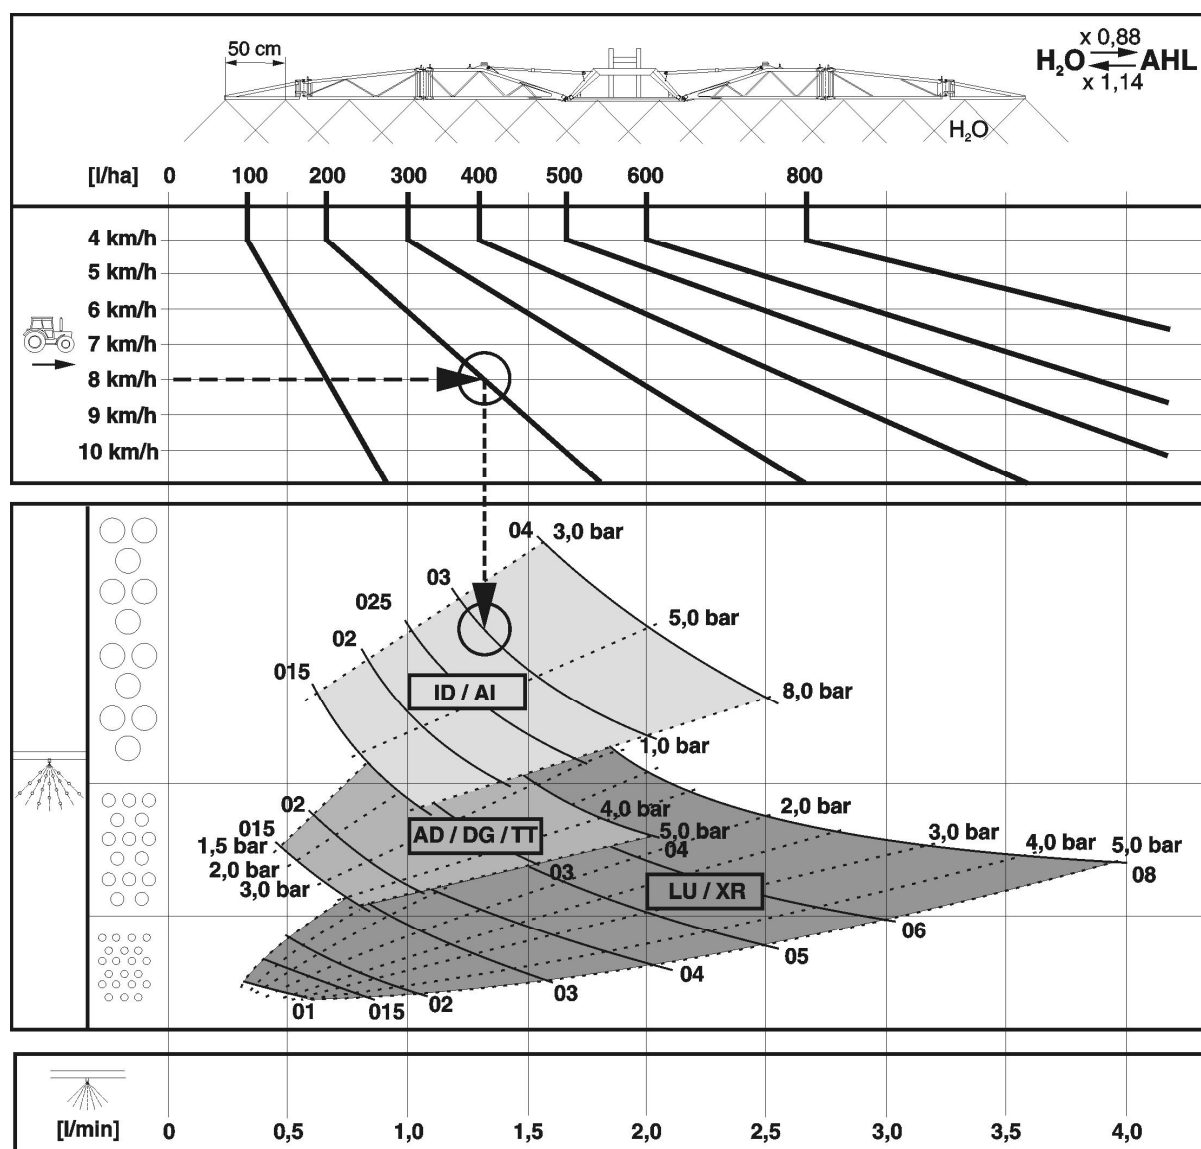

Fig. 166
• Toate debitele de consum [l/ha] indicate în tabelul de stropire sunt valabile pentru apă. Multiplicați debitele de consum pentru conversia pe AHL cu 0,88, iar pentru conversia pe soluții NP cu 0,85. • Fig. 166 servește la alegerea tipului adecvat al duzei. Tipul duzei se determină prin - o viteza de deplasare prevăzută, - o debitul de consum necesar și - o caracteristica necesară de pulverizare (picături fine, medii sau mari) a pesticidului utilizat pentru măsurile de întreținere în scopul protecției plantelor. • Fig. 167 servește la - o determinarea mărimii duzei. - o determinarea presiunii necesare de stropire. - o determinarea cantității necesare evacuată de fiecare duză pentru controlul cantitativ al stropitorii de câmp.